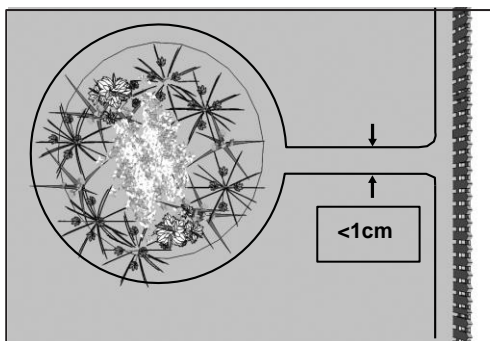

Fig.3B
5. Cablurile care duc și se întorc la insulă trebuie să fie paralele și la distanță de maxim 1 cm între ele, fără ca acestea să se încrucișeze. Prin urmare, fixați ambele cabluri, către și dinspre insulă, folosind cuiele de fixare.(Fig.3B)